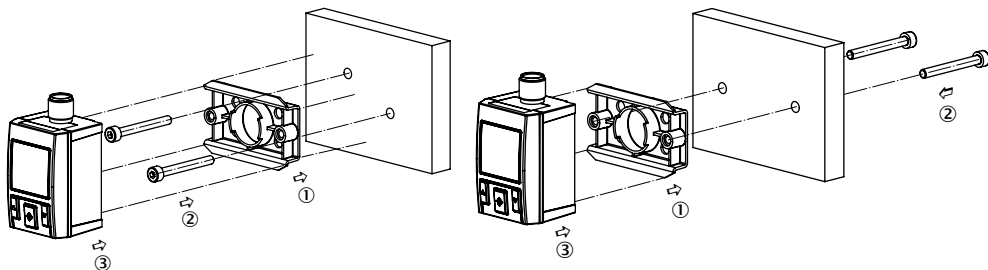

Abbildung 12: Montage mit Wandmontagesatz
5.5 Druckanschluss über Steckverbindung für Pneumatikschlauch (Push-In-Fitting, Abbildung 12)